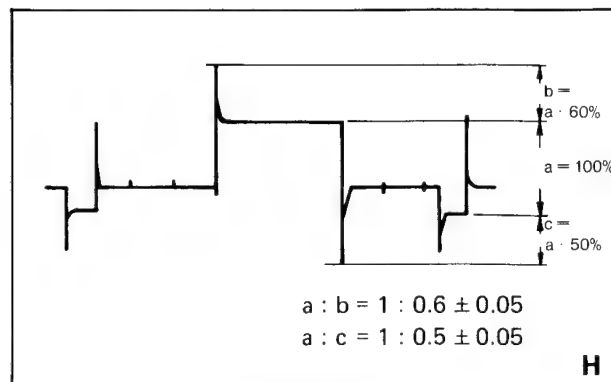

Bild 3-25
2. Tastkopf an TP 2; das angezeigte Signal ohne Spitzen gilt als 100 %. R 19 so verändern, daß die Weißspitzen 60 % entsprechen (Bild 3-25).
3. R 18 so verändern, daß die Schwarzsippen 50 % entsprechen (Bild 3-25), ab Geräte-Nr. -507 40%.